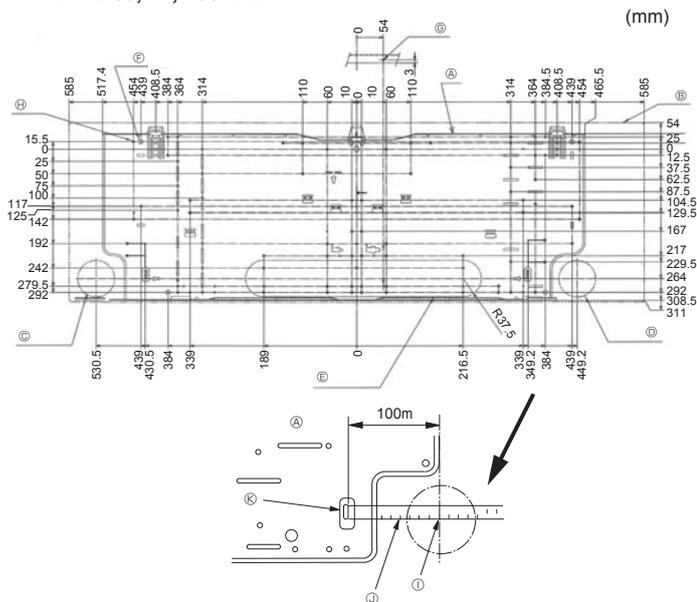

Рис. 3-2
①	Монтажная плата	1	Установить на заднюю часть блока
②	Винт-саморез 4 × 25	7
③	Изолента	2
④	L-образная соединительная трубка	1
⑤	Штуцер для зарядки	1
⑥	Беспроводной пульт дистанционного управления	1
⑦	Держатель ПДУ	1
⑧	Алкалиновые элементы питания (тип AAA)	2
⑨	Винт-саморез 3,5 × 16	2
⑩	Проставка	1	Используйте упаковочный материал
3.2. Установка настенного крепления (Рис. 3-2)